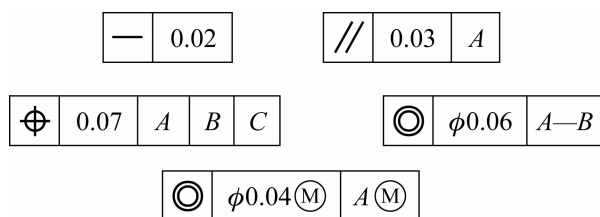

图 1-1-8 形位公差框格
(3) 几何公差的框格和指引线。
①形位公差框格由两个框格或多个框格组成,框格中的主要内容从左到右按以下次序填写:公差特征项目符号;公差值及有关附加符号;基准符号的字母及有关符号。如图 1-1-8 所示,两个框格是形